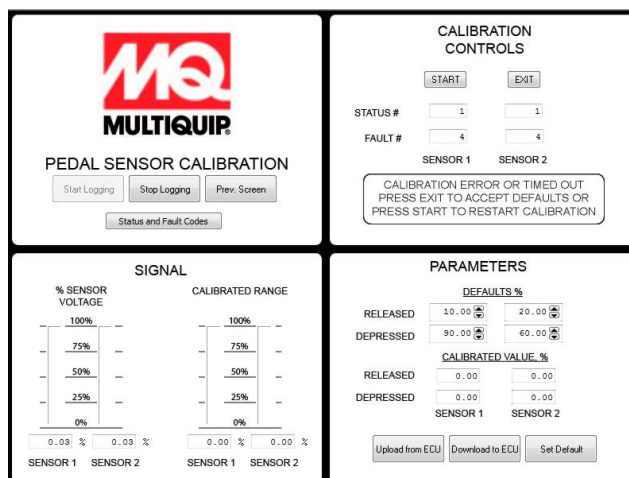

Figure 28. Démarrer l'étalonnage du capteur de pédale
- b. Lire % TENSION CAPTEUR pour les deux capteurs 1 et 2 (Figure 28).